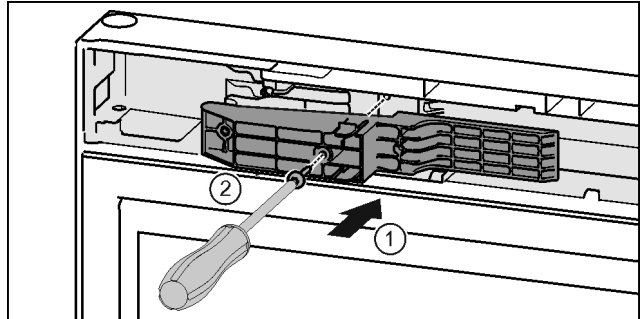

Fig. 48 *
- ▶ Sett adapterstykket inn i utsparingen på håndtakssiden. Fig. 48 (1)*
- ▶ Skru fast skruene med skrutrekker T15. Fig. 48 (2)*